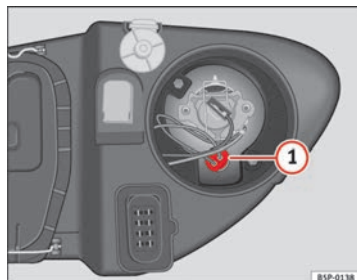

Abb. 192 Standlicht
- Den Lampenträger ⇒ Abb. 192 1 herausnehmen.